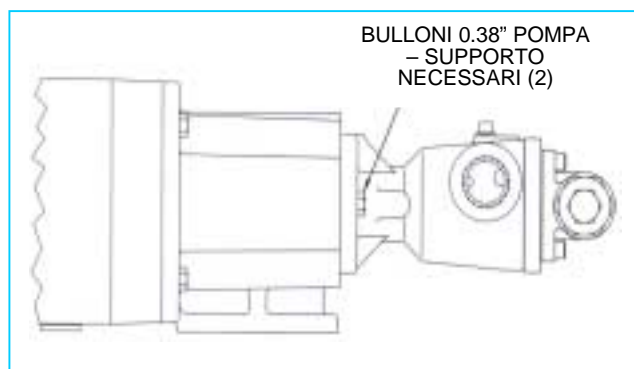

FIGURA 11
- Rimuovere le tubazioni dalle connessioni e rimuovere i bulloni che assicurano la pompa al supporto (**Vedere Figura 11**). Sostenere la pompa con un paranco se possibile.